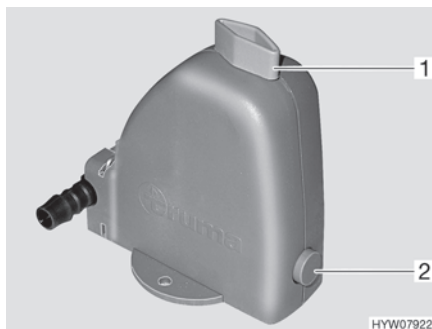

Bild 60 Säkerhets-/avtappningsventil
- ▷ Värmesystemet är utrustat med en säkerhets-/avtappningsventil (Bild 60). Säkerhets-/avtappningsventilen gör så att vattnet i varmvattenberedningen inte fryser till is när det är frost och värmesystemet inte är påslagen.
- Stäng säkerhets-/avtappningsventilen. Ställ vredet (Bild 60,1) diagonalt mot säkerhets-/avtappningsventilen och tryck in tryckknappen (Bild 60,2).
- Öppna säkerhets-/avtappningsventil. Vrid då vredet (Bild 60,1) mot säkerhets-/avtappningsventilen. Tryckknappen (Bild 60,2) skjuts ut. Nu töms varmvattentanken via säkerhets-/avtappningsventilen utomhus.